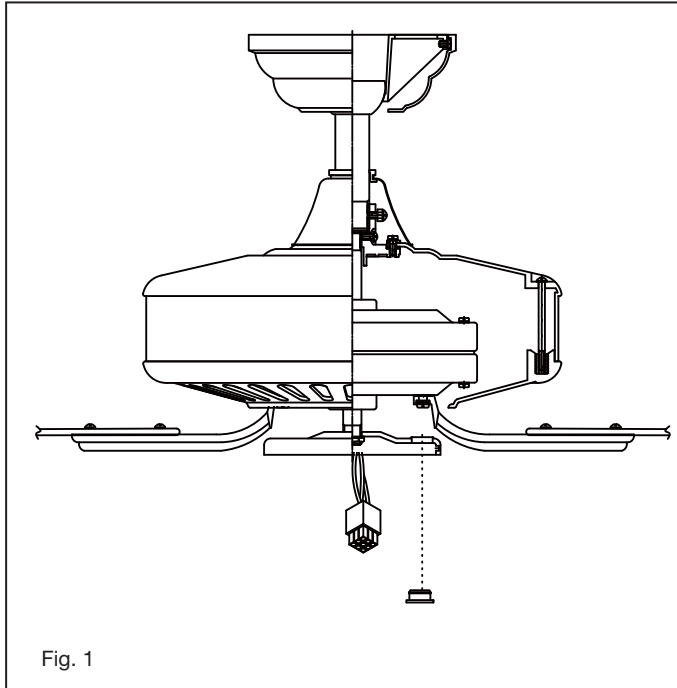

Fig. 1
- 1 Coloque con cuidado la tapa de goma en la placa de montaje (Fig. 1)